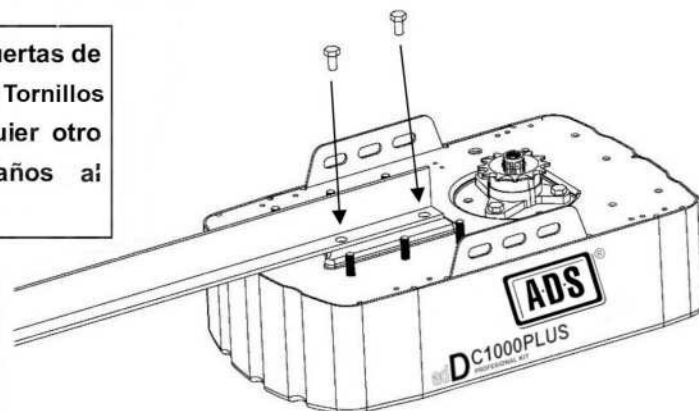

Fig.26
5.11.-Instalación del Riel "T" al Abrepuertas de Garage (Fig.26).